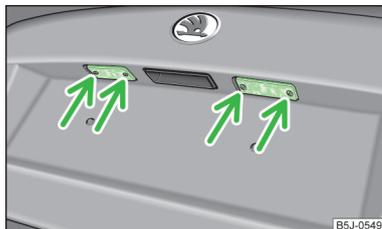

Fig. 168
- Abrir la tapa del maletero y destornillar la cubierta de cristal » fig. 168.